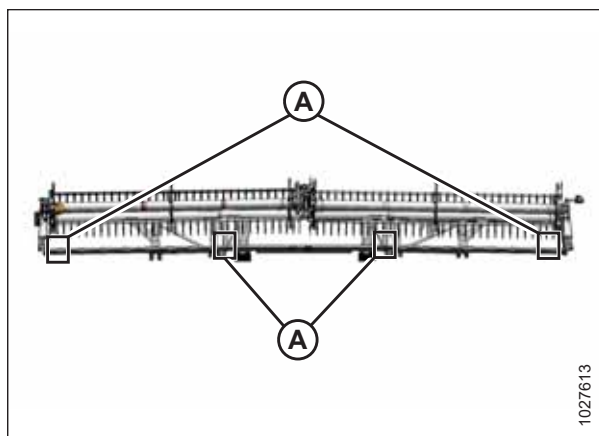

Figure 4.263: Emplacements de mesure FlexDraper^{MD} – Rabatteur double
- Plateformes à rabatteur double : Figure 4.263, page 748